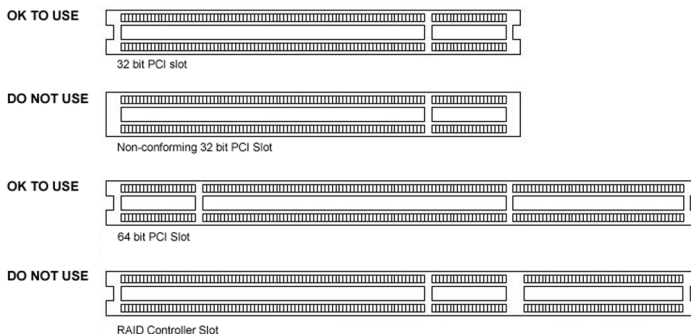

Figura 5: Ranuras de controladora PCI y RAID
Aunque la controladora BARCOMED CORONIS es una placa de 64-bits, puede instalarse en una ranura PCI para 64-bits o 32-bits. Sin embargo, la instalación en una ranura PCI de 32-bits se traducirá en una disminución del rendimiento. La Figura 5 muestra los tipos de ranuras de forma que pueda identificar correctamente la que debe utilizar con BarcoMed Coronis.
4. Instale la controladora BarcoMed Coronis en una ranura PCI libre, ya sea de 64-bits o 32-bits (consulte la figura 5 anterior para ver ejemplos de ranuras). Asegúrese de que la controladora está colocada firmemente en la ranura.